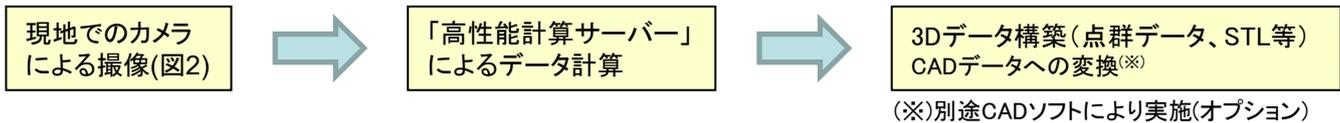
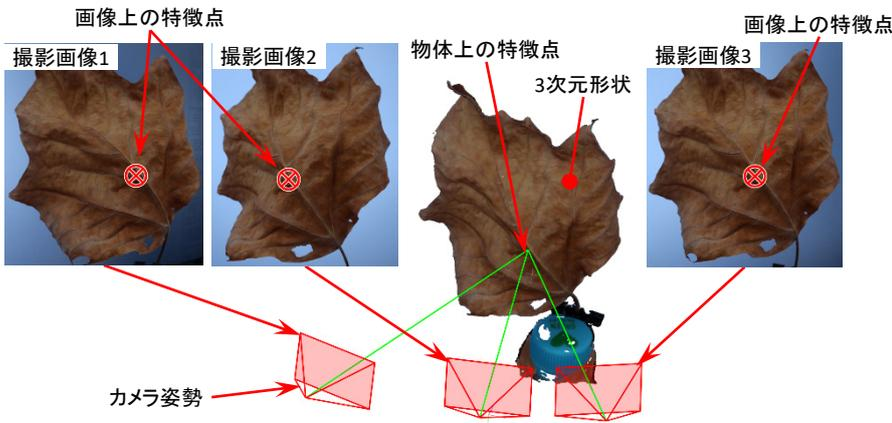

図1 SfMによる3Dデータ構築の流れ
図2 様々な角度から撮影した画像に含まれる同じ特徴点の例
- 測定対象を様々な角度からカメラで撮影し、当社の「高性能計算サーバー」で3次元形状を算出します(図1)。複数の撮影画像にある同じ特徴点を抽出し、各特徴点位置の誤差が最小となる最適化演算により3次元形状を算出します(図2)。測定結果例を図3に示します。